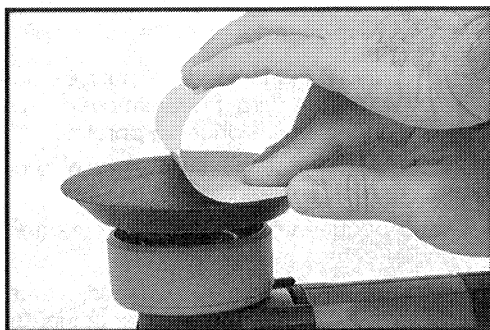

Fig. 4
2. Ponga la máquina sobre un banco con el cojín hacia arriba (vea Fig. 4).